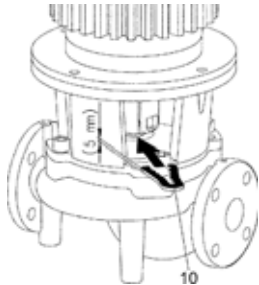

Fig. 45: Montavimo šakutės pritvirtinimas
- Įstumti montavimo šakutę (Fig. 45, poz.10) tarp karkaso ir movos. Montavimo šakutė turi nejudėti.